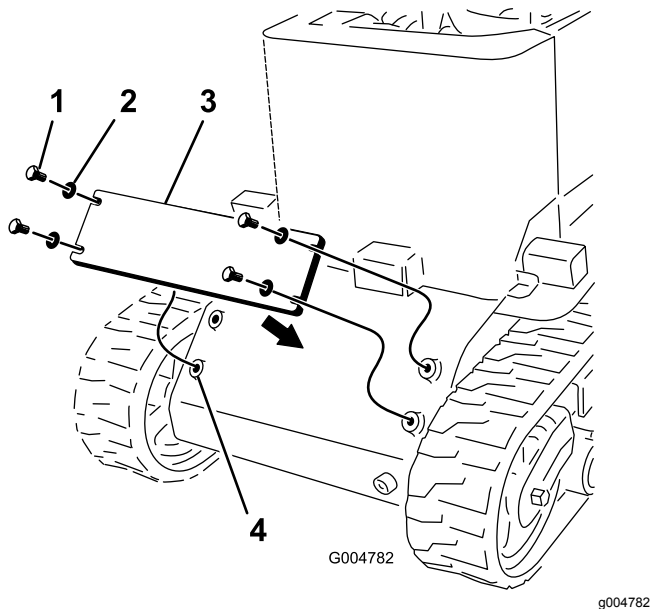

Figura 6
1. Aplique fijador de roscas a los 4 pernos ($\frac{1}{2}$ " x $1\frac{1}{4}$ "), y utilícelos junto con 4 arandelas para instalar el contrapeso en la parte delantera de la máquina (Figura 6).